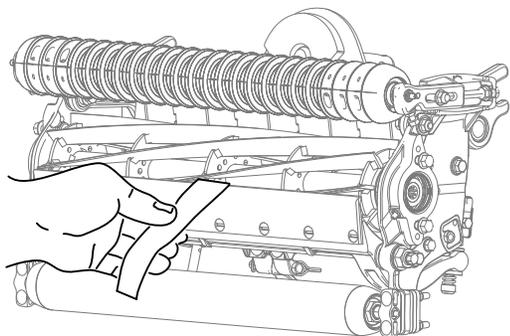

Рисунок 7
2. Проверьте режущую способность блока, вставив длинную полоску специальной бумаги (№ 125-5610 по каталогу Toro) между барабаном и неподвижным ножом, перпендикулярно неподвижному ножу (Рисунок 7). Медленно поверните барабан вперед. При этом бумага должна разрезаться.